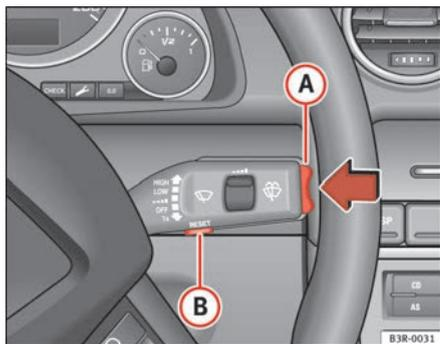

Fig. 60 Levier d'essuie-glace : Éléments de commande de l'ordinateur de bord
Appuyez sur la touche Reset **(B)** ⇒ page 89, fig. 60 pour sélectionner successivement les fonctions des ordinateurs de bord 1 et 2.
Appuyez brièvement sur le sélecteur de fonction ou sur la touche Reset ⇒ page 89, fig. 60 pour arrêter l'alarme de durée du trajet.
- Appuyez sur le côté supérieur ou inférieur du sélecteur de fonctions **(A)** ⇒ fig. 60. Les fonctions de l'ordinateur de bord dans les différents niveaux de mémoire s'affichent successivement.